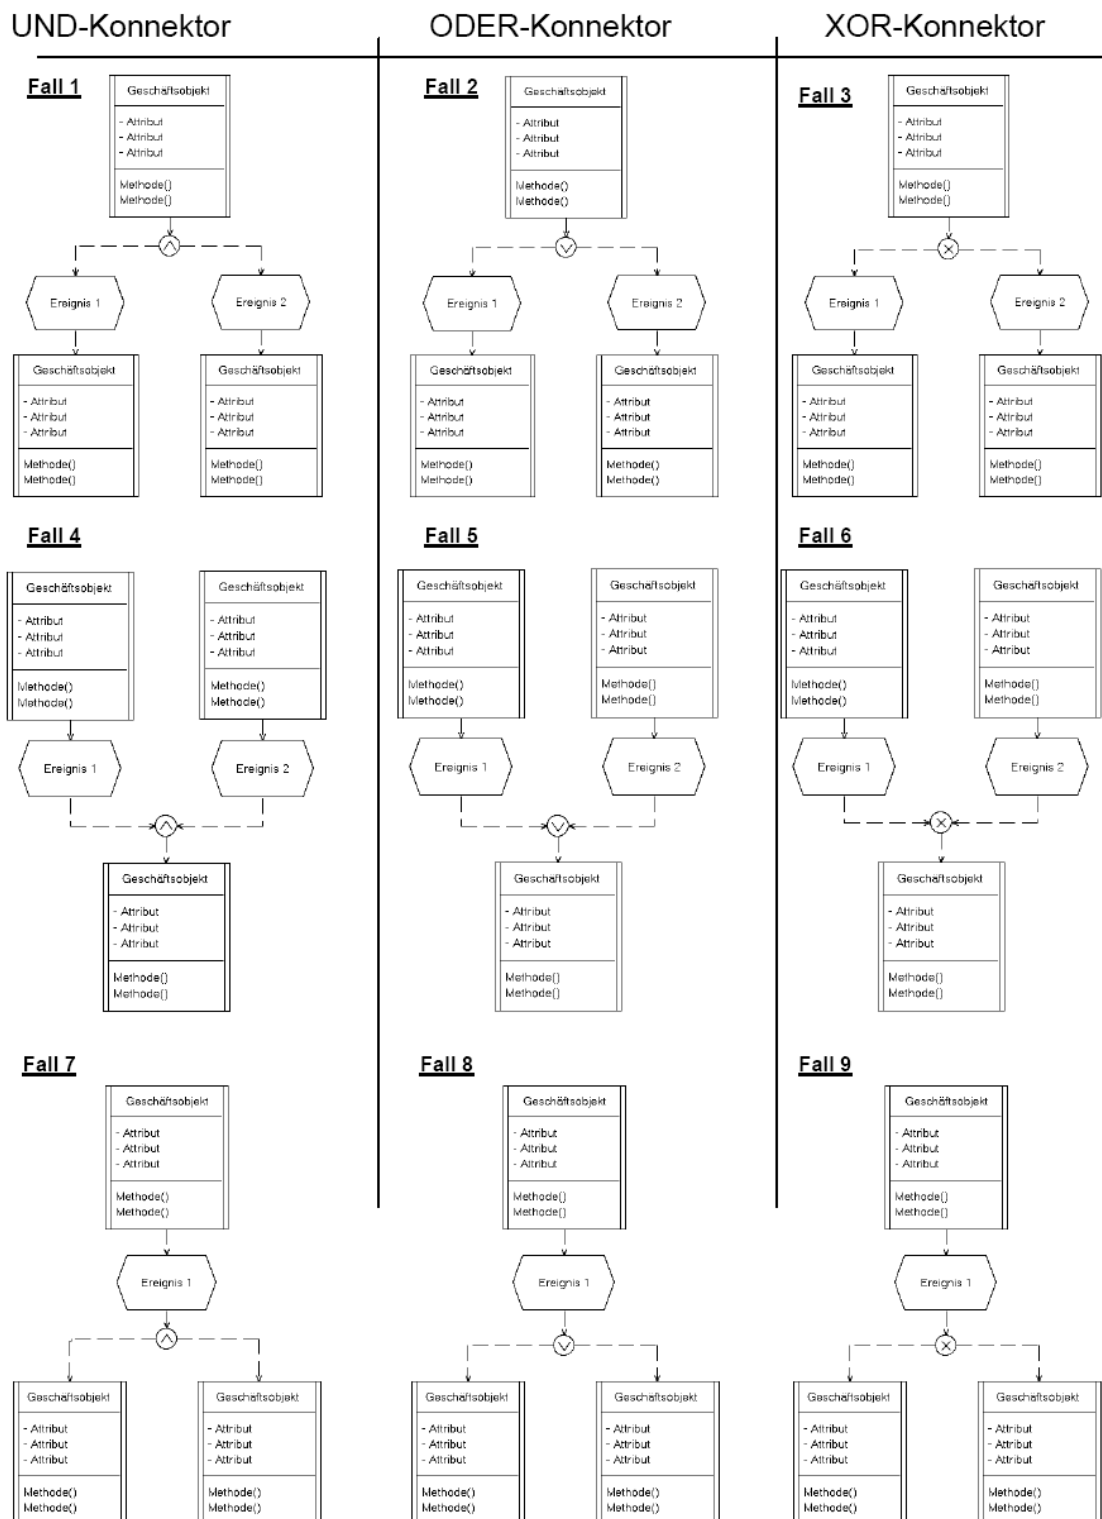

Abbildung 42: oEPK-Konnektoren (zulässige Verknüpfungen), [Zi98, S. 120]
Abbildung 42 listet die zulässigen Möglichkeiten der Verknüpfung von Geschäftsobjekten über Ereignisse und Verknüpfungsoperatoren auf [SNZ97, S.18 f.]:
Regeln zur Anwendung der Konnektoren (vgl. Abbildung 42):
- Ein Join-Konnektor (es werden mindestens zwei bestehende Kontrollflüsse zusammengeführt) kann nur direkt aus mindestens zwei Ereignissen folgen (Abbildung 42, Fall 4 bis 6):